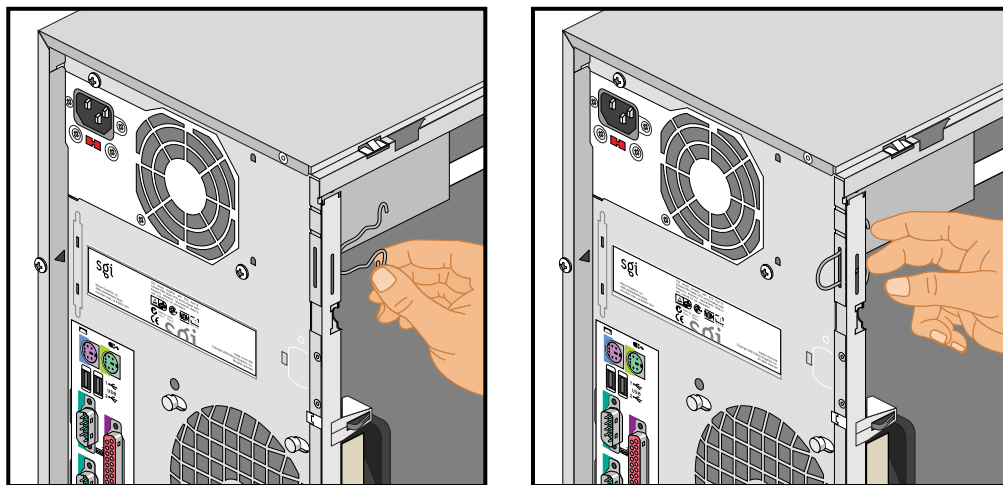

図2-30 機能スロットへのロッキンググループの取り付け
5. ロッキンググループのループ部を、本体内部のスロットに挿入し、ロッキンググループがピッタリ収まるまで、ロッキンググループを押し込みます。図2-30にその手順を図示します。